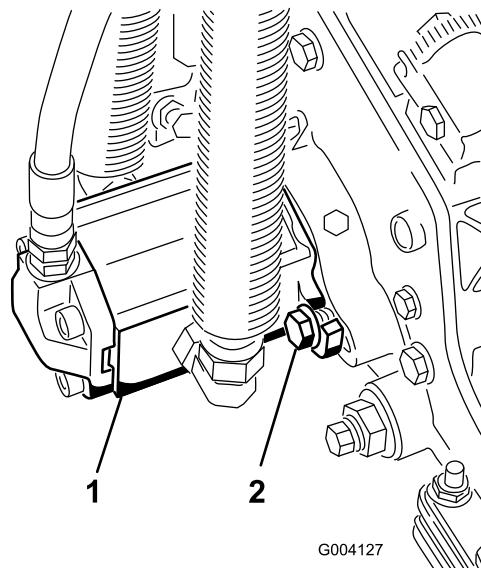

図 16
11. モータを手に持ち、右回りにひねってモータのフランジをキャップスクリュから逃がしながら、キャップスクリュにモータをセットする図 16。